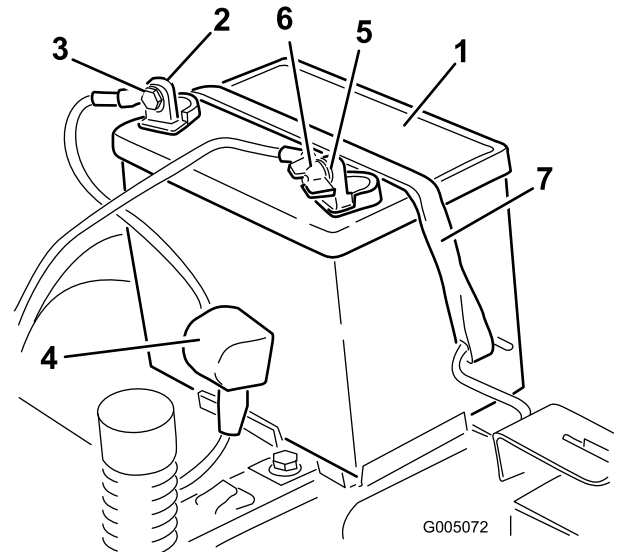

Bild 44
4. Klemmen Sie das Minuskabel (schwarz) vom Batteriepol ab (Bild 44). Bewahren Sie alle Befestigungen auf.
5. Schieben Sie die Gummiabdeckung am Pluskabel (rot) nach oben. Klemmen Sie das Pluskabel (Rot) vom Batteriepol ab (Bild 44). Bewahren Sie alle Befestigungen auf.
6. Nehmen Sie die Batterieklemme ab (Bild 44) und heben Sie die Batterie aus dem Ständer heraus.
- Setzen Sie die Batterie in das Fach (Bild 44).
- Befestigen Sie die Batterie mit der Befestigung (Bild 44).